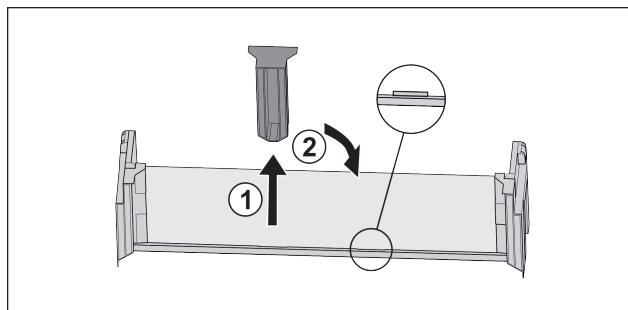

Fig. 110
- Desprindeți piesa de susținere intermedieră Fig. 110 (1).
- Introduceți piesa de susținere intermedieră la a doua poziție Fig. 110 (2).